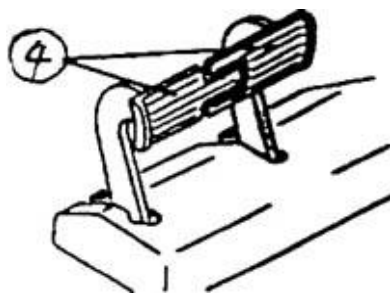

Рис. 2-7
2.2.1.4 Педаль тормоза (4) (Рис. 2-7)